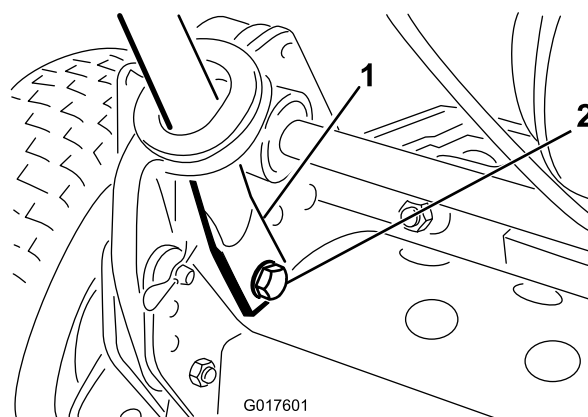

Figura 3
4. Faça força para dentro nas extremidades do manípulo e instale-as nos pinos de montagem (Figura 3).
5. Prenda as extremidades do manípulo nos pinos de montagem com os parafusos, anilhas e anilhas de bloqueio previamente retirados (Figura 3).
6. Prenda os braços do manípulo à parte posterior do chassis com as chavetas e ganchos de anel previamente retirados (Figura 3).